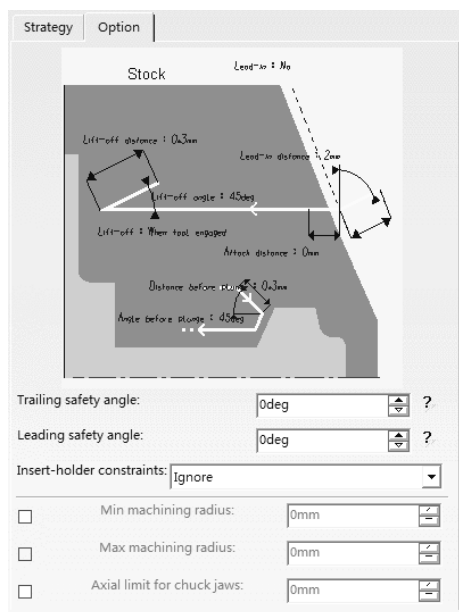

图 2-165 “Option”选项卡（1）
2) “Option” 选项卡（1）如图 2-165 所示。该选项相关参数如下：